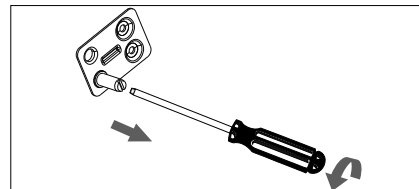

Fig. 6
- ▶ Fjern hængselstappen med en kærnskruetrækker (fig. 6).